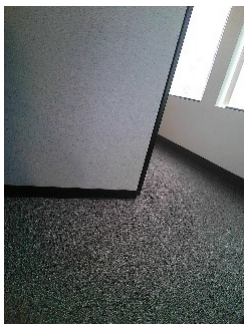

Abbildung 5.2 Bild Digitalkamera für sichtbares Spektrum
4. Sehen Sie sich das Bild auf dem Display an, siehe **Abbildung 5.2**. Drücken Sie den Auslöser für die Bildaufnahme, um ein Bild zu speichern. Weitere Informationen finden Sie in Abschnitt 5.4, *Aufnahmen von und Arbeiten mit Bildern*.